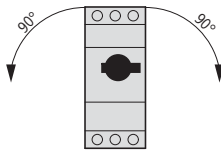

Abbildung 7: Zugelassene Einbaulage für Motorschutzschalter PKZM4/XTPR...DC1
► Montieren Sie den Motorschutzschalter nur wie in Abb. 7 dargestellt.